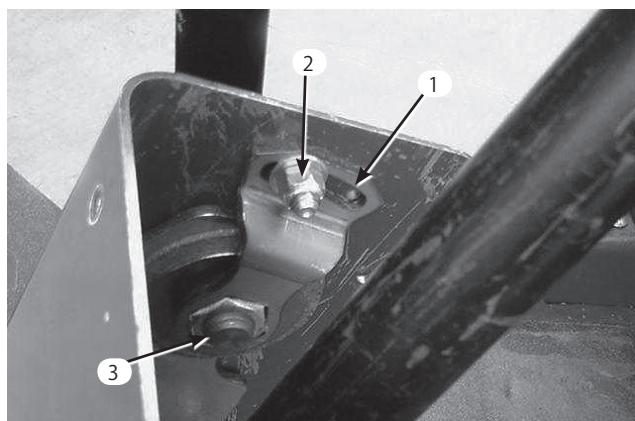

図62
2. カバーを上にスライドさせてピボット・ブラケットを露出させる(図62)。
3. 小さいナットをゆるめ、大きいナットが締まるまでピボット・ブラケットを回す(図62)。小さいナットを締める。